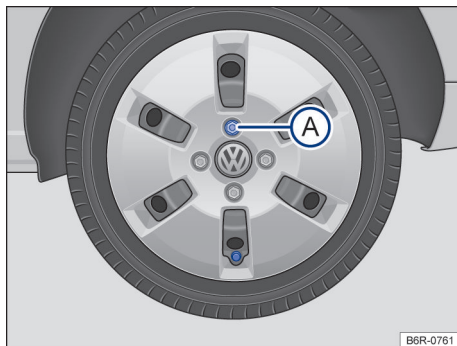

Fig. 143 Retirar a calota integral.
- Remover os parafusos da roda. O parafuso oposto à válvula → Fig. 143 (A) serve como guia na sequência de montagem. Por isso, remover o parafuso (A) por último e tenha cuidado para não deixar a calota cair ao remover os outros parafusos.